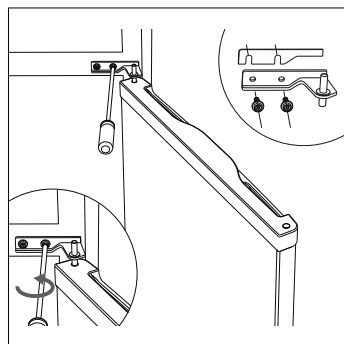

Afb. 6
- ▶ Verwijder de blinde stop voor de scharniernok aan de linkerkant van de deur van het vriesgedeelte en plaats deze in het gat aan de rechterkant (zie **afb. 6**).
- ▶ Til vervolgens de deur van het vriesgedeelte (2) omhoog om deze te verwijderen en leg de deur van het vriesgedeelte (2) op een zachte ondergrond om deze tegen krassen te beschermen.